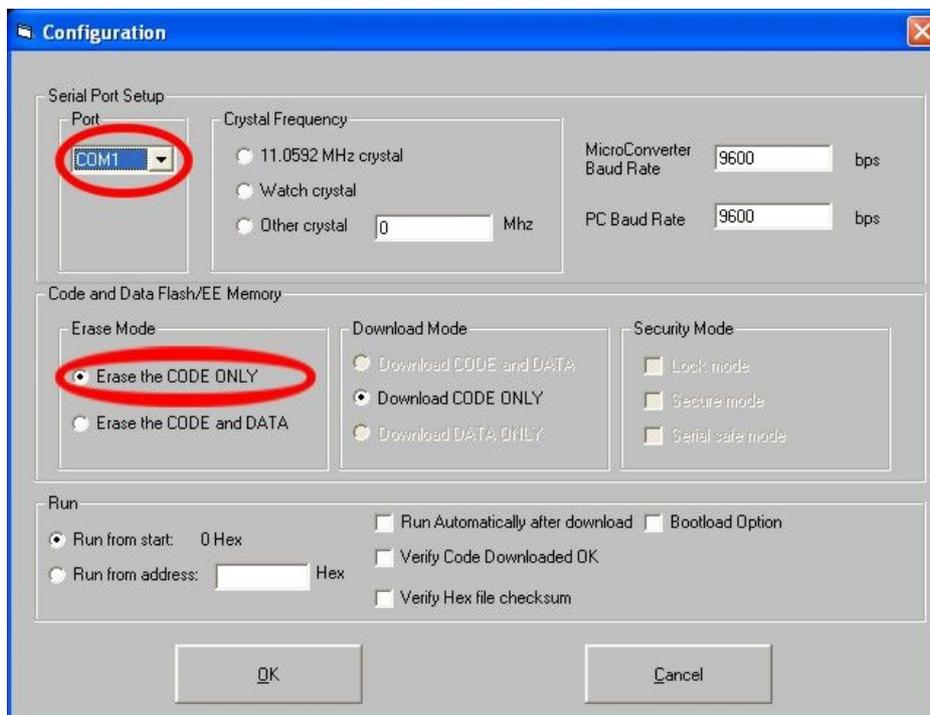

Bild 33. Die Konfiguration des WSD Programms für das Software-Upgrade.
8. **WICHTIG:** Wählen Sie die Option „Erase the CODE ONLY“ wie in Abb.33 gezeigt, da sonst alle Einstellungen des Analysators verloren gehen und dies Störungen verursachen kann.